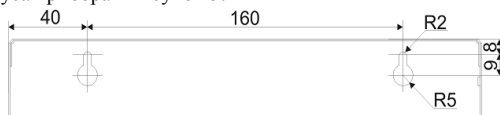

Рисунок 5 - Установочный чертёж прибора
- В отверстия вкрутить шурупы и повесить на них прибор. Установку прибора на стену производить, ориентируясь по чертежу корпуса прибора - Рисунок 5.